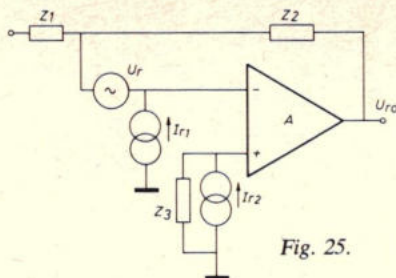

Fig. 25.
4.3. Ingangs ruisspanning en ruisstroom (fig. 25).